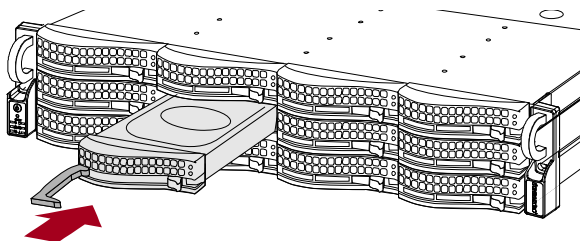

Abbildung 13. Einsetzen der Laufwerksträger
4. Positionieren Sie die **Laufwerkseinheit** so vor dem entsprechenden **Schacht**, dass sich die Taste rechts befindet, und schieben Sie die Einheit hinein (Abbildung 13), bis Sie einen Widerstand spüren.